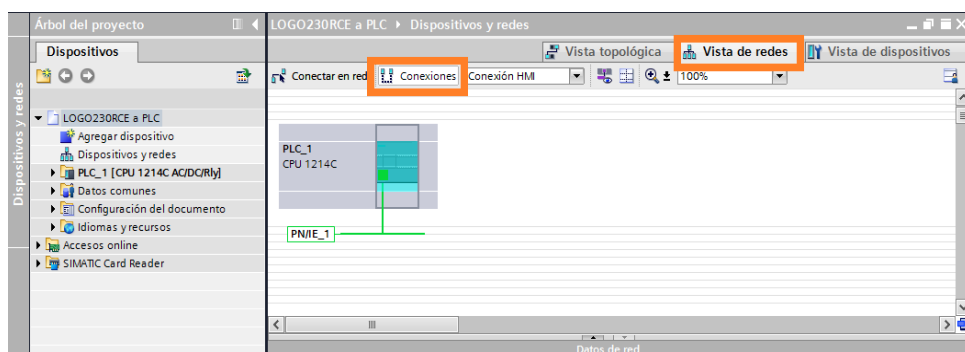

Figura 86: Conexiones en vista de redes.
9. A continuación seleccionar “Vista de redes” e ir a conexiones Figura 86.